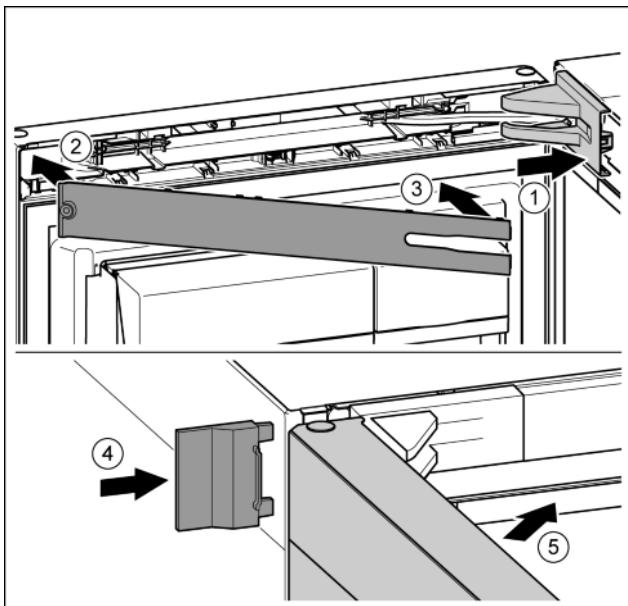

Fig. 41
- Крышку опорного кронштейна установить и зафиксировать, при необходимости, осторожно разжать. Fig. 41 (1)
- Установить накладку. Fig. 41 (2)
- Наклонить и защелкнуть накладку. Fig. 41 (3)
- Надвинуть внешнюю крышку. Fig. 41 (4)
- Закрыть верхнюю дверь. Fig. 41 (5)